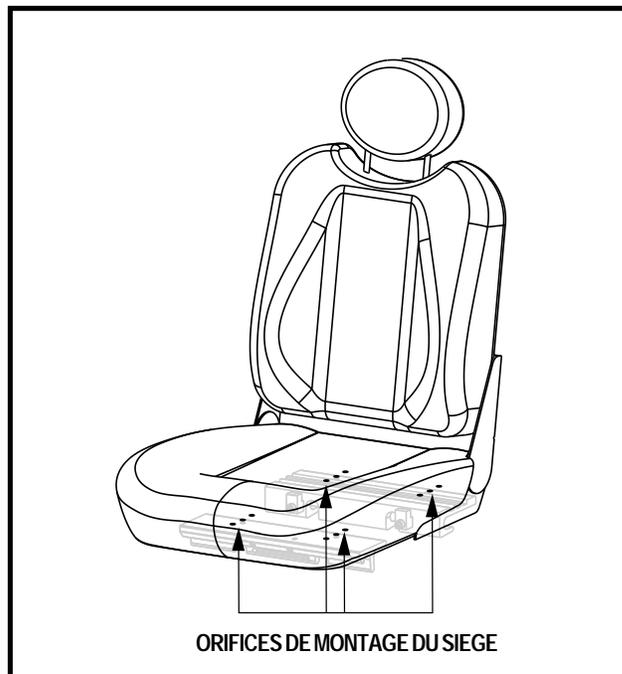

Figure 22. Orifices de montage du siège
5. Repositionnez les montants dans un ensemble différent d'orifices de montage. Vous devez régler les montants en ayant un nombre identique d'orifices devant et derrière la fixation sur chaque montant. Voir la figure 22.